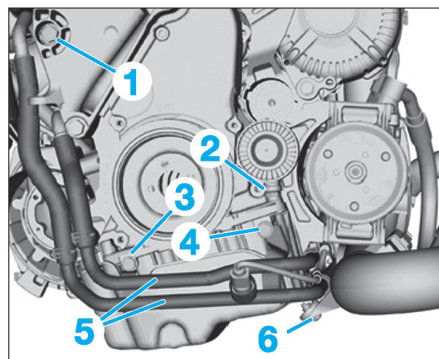

FIG. 1
- les vis (2), (3) et (5) (Fig.1).